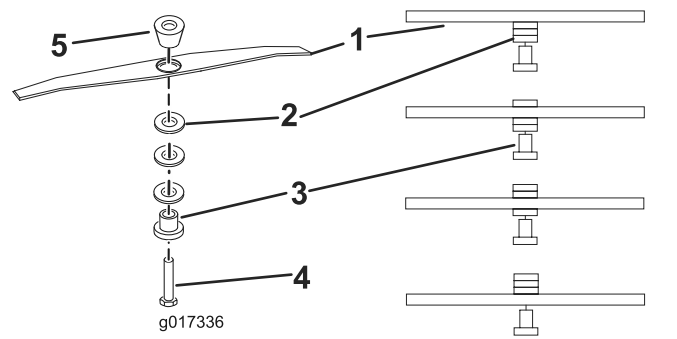
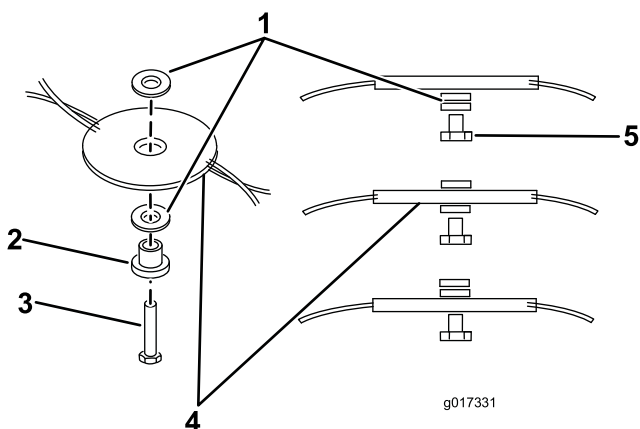

Bild 14
Bild 13
6. Versetzen Sie die Distanzstücke auf die gewünschte Höhe und setzen Sie den Freischneidfaden (Flexi Blade) bzw. die Schnittleiste wieder ein (Bild 14, Bild 13).